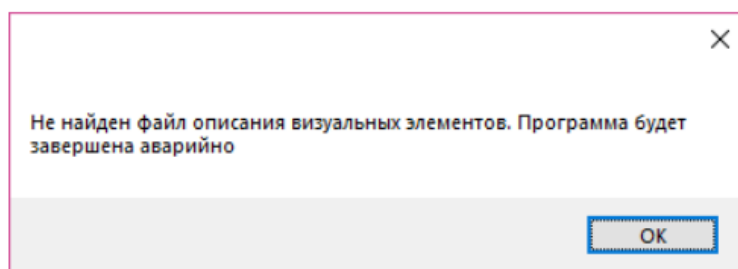

Рисунок 6.4 – Сообщение об отсутствии файла описания визуальных элементов
4) отсутствие файла описания визуальных элементов (см. рисунок 6.4). Необходимо загрузить описания визуальных элементов в главный каталог программы;